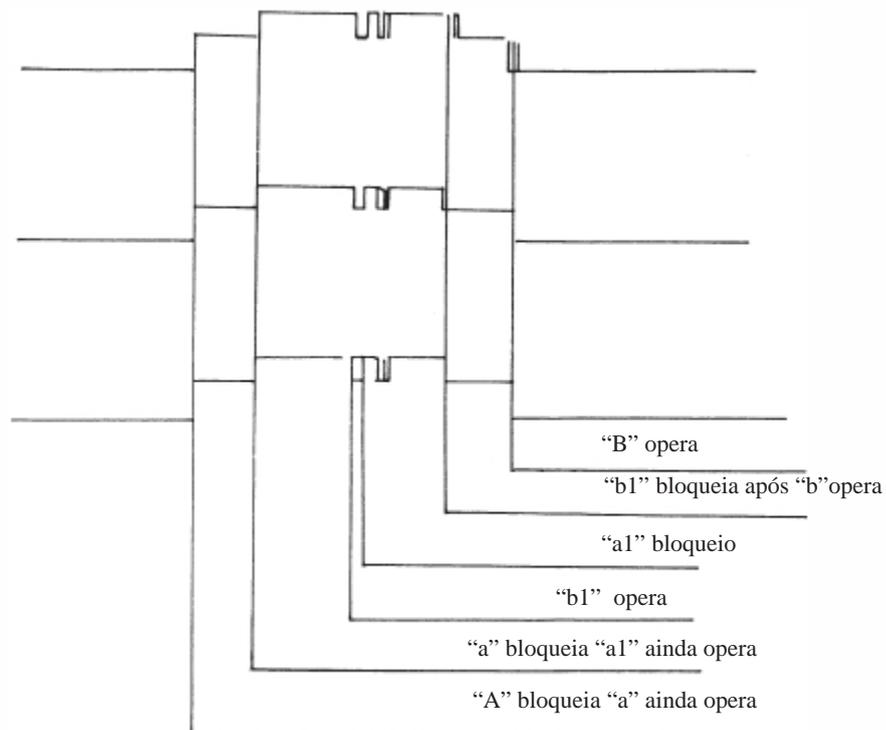

Fig.8
6.3 Oscilograma (fig.8) da sequencia de chaveamento